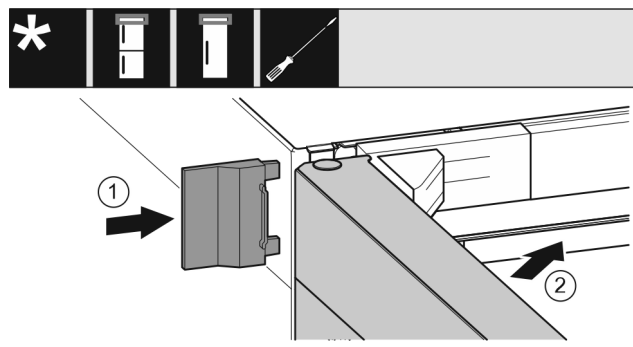

Fig. 25
- Lükake välimine kate Fig. 25 (1) peale.
- Sulgege ülemine uks Fig. 25 (2).